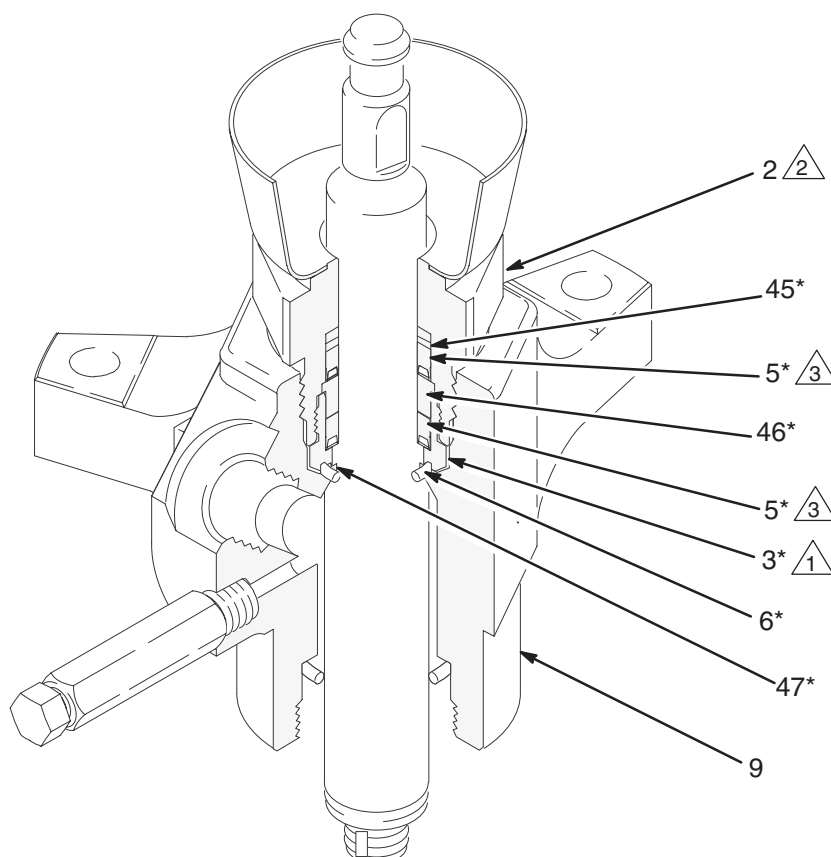

Fig. 17
3. Montare le rondelle dell'alloggiamento del dado premiguarnizioni (2) in una morsa. Svitare il corpo delle guarnizioni (3) e gettare questo e le guarnizioni. Rimuovere la rondella (46), la guarnizione (5) e la rondella di riserva (45) dal dado premiguarnizioni.
4. Il kit per la riparazione della gola è preassemblato. Avvitare il kit nel dado premiguarnizioni (2), assicurandosi che la rondella di riserva (45*), la guarnizione (5*) e la rondella (46*) siano correttamente posizionati sulla parte superiore del corpo delle guarnizioni (3*), con i bordi delle guarnizioni rivolte verso il basso. Serrare il gruppo delle guarnizioni (3*) fino a 97–106 N.m. Vedere Fig. 17.
6. Avvitare il dado premiguarnizioni (2) nel corpo dell'uscita (9). Serrare fino a 190–217 N.m.